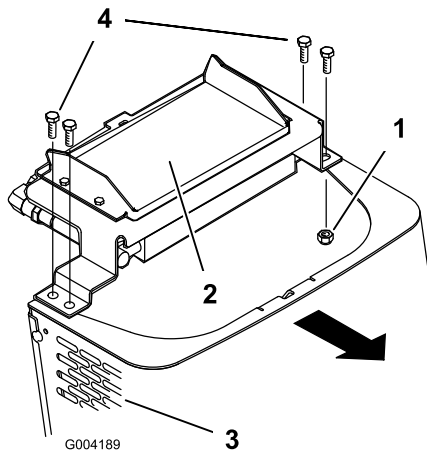

Bild 27
6. Entfernen Sie die Ansatzschrauben und Muttern, mit denen der Ölkühler oben auf dem vorderen Gitter befestigt ist (Bild 27).